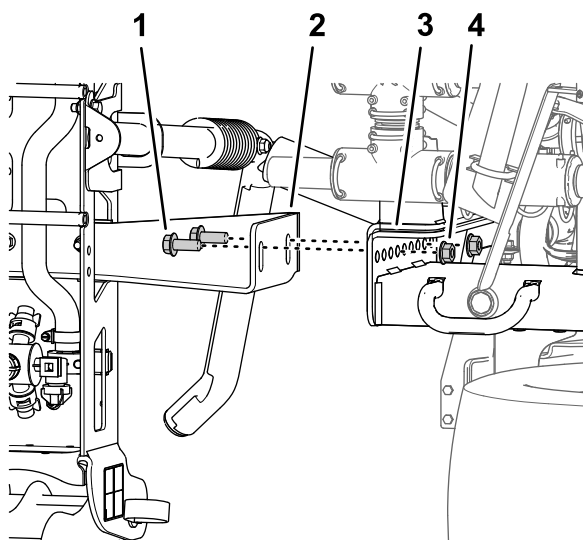

Figura 47
- Rimuovete i 4 bulloni a testa flangiata (1/2" x 1 1/4") e i 4 dadi di bloccaggio flangiati (1/2") che fissano le staffe di supporto della sezione di irrorazione centrale alla piastra di montaggio sul telaio della macchina e rimuovete la sezione di irrorazione centrale dalla macchina (Figura 47).